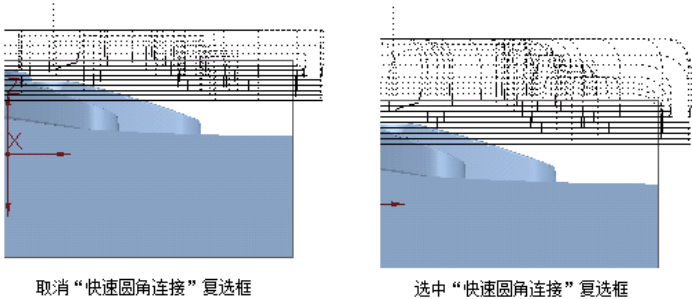

图 2-31 快速圆角连接示意图
- **【快速圆角连接】:** 对快速运动刀轨进行圆角连接, 如图 2-31 所示。